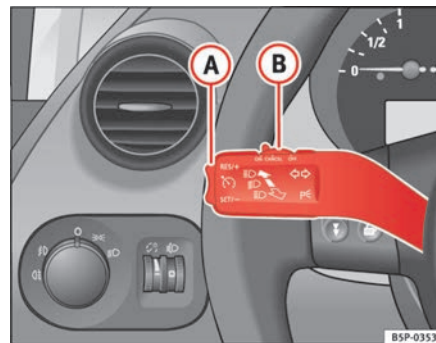

Fig. 148 Palanca de intermitentes y de luz de carretera: mando y tecla basculante para el regulador de velocidad
- Cuando se haya alcanzado la velocidad que se quiere programar, pulse brevemente la parte inferior de la tecla basculante **SET/-** ⇒ fig. 148 **(A)** una vez.